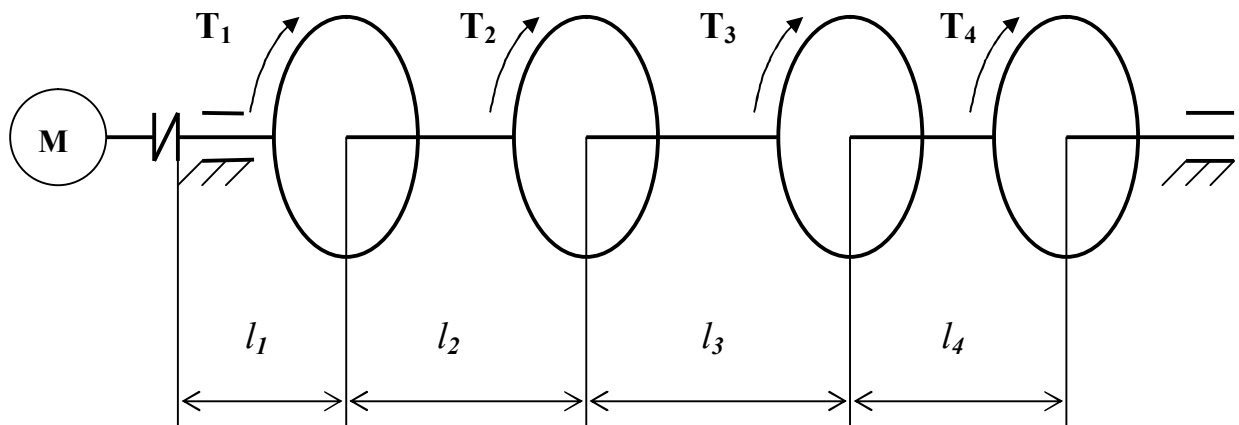

Рис. 1. Схема нагружения вала
**Задание:** Для заданной схемы нагружения трансмиссионного вала (рис. 1) построить эпюру вращающих моментов, определить мощность приводного двигателя, рассчитать диаметр вала, вычислить углы относительного закручивания участков вала и построить эпюру углов поворота сечений вала.